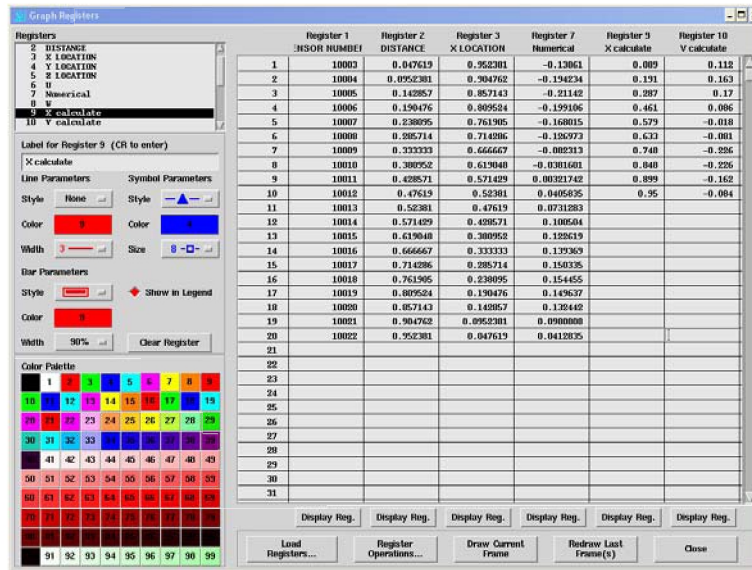

Рис. 10.18. Окно *Graph Registers*
- Результирующий вид окна *Graph Registers* приведен на рис. 10.18.